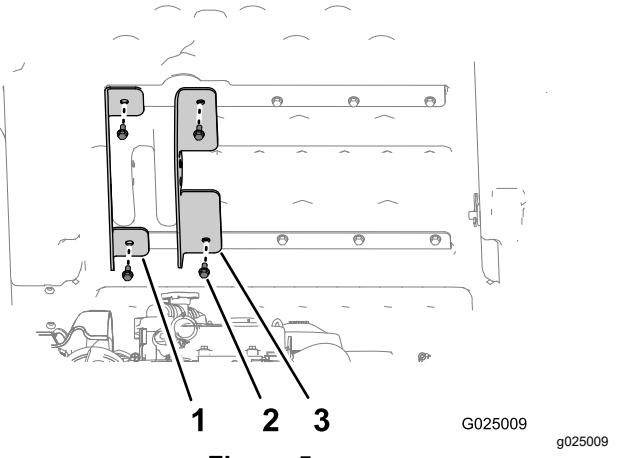

Figura 5
- Allineate la staffa di sollevamento esterna (quella con le flange corte) con i fori esterni nel supporto superiore e inferiore del pianale (Figura 5).
- Fissate la staffa di sollevamento esterna al pianale utilizzando i 2 bulloni rimossi alla fase 1 e serrateli manualmente (Figura 5).
- Allineate la staffa di sollevamento interna (quella con le flange lunghe) con i fori interni nel supporto superiore e inferiore del pianale (Figura 5).
- Fissate la staffa di sollevamento interna al pianale con i 2 bulloni rimossi alla fase 2 e serrateli manualmente (Figura 5).
- Serrate i 4 bulloni (5/16" x 3/4") che fissano la staffa di sollevamento interna ed esterna al pianale (Figura 5) tra 15 e 16,6 N·m.